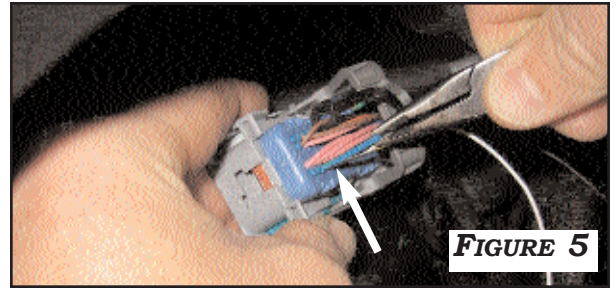
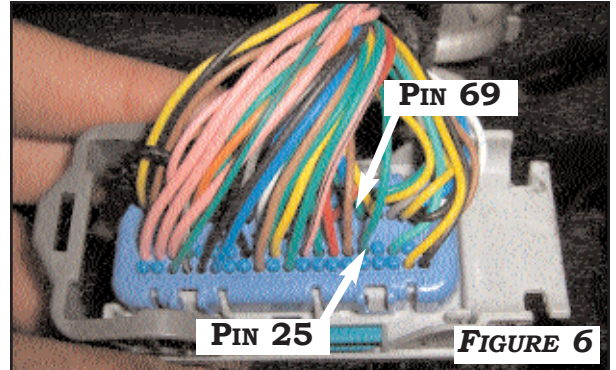

FIGURE 5
FIGURE 6
- LOCATE **PIN 25** IN **ECM**. REMOVE PLASTIC INSERT. **FIGURE 5**. INSERT **GREEN WIRE** OF ECM HARNESS TO **PIN 25** OF ECM CONNECTOR. **FIGURE 6**. LOCATE **PIN 69** IN ECM. REMOVE PLASTIC INSERT. **FIGURE 5**. INSERT **BLACK WIRE** OF ECM HARNESS TO **PIN 69** OF ECM CONNECTOR. **FIGURE 6**. MAKE SURE BOTH PIN LOCKS INTO PLACE. REPLACE RETAINER BACK INTO CONNECTOR. REASSEMBLE CONNECTOR AND PLUG BACK INTO ECM.